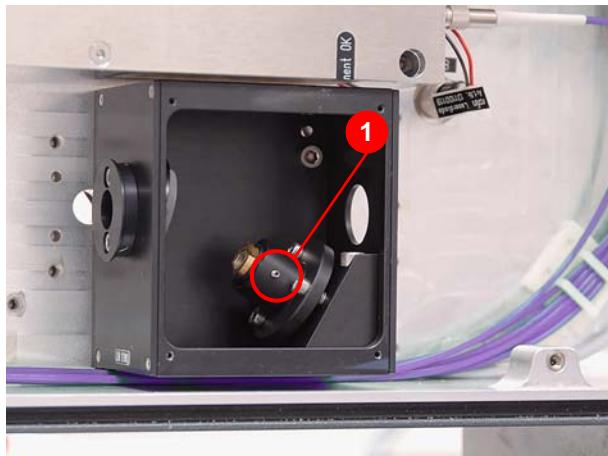

Abbildung 7.45 Gehäuse Positionierlaser
7. Positionierlaser nach Lösen der Madenschraube (1) (Abbildung 7.45) ausbauen.